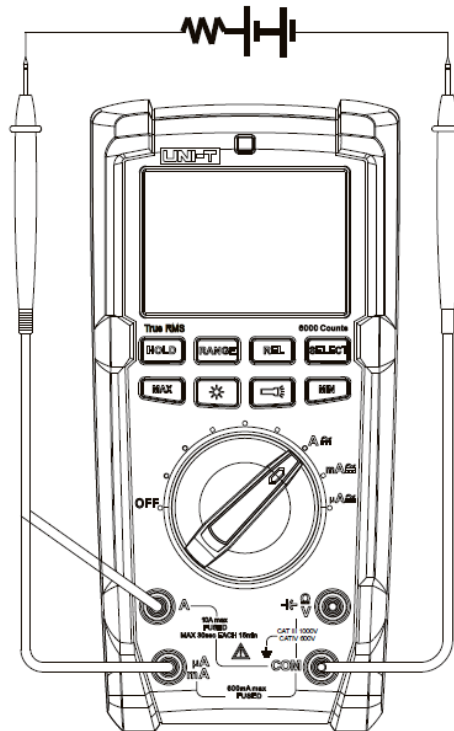

Рисунок 7
**9.6. Измерение постоянного и переменного тока (см. рисунок 7)**